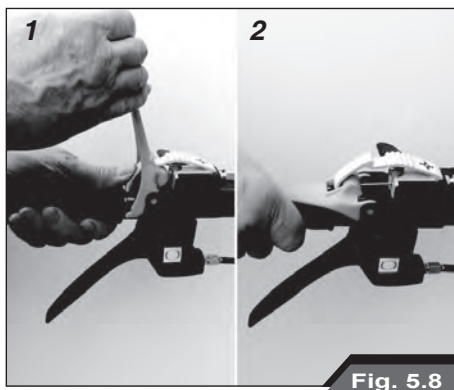

Fig. 5.8
**Do odczepiania dźwigni zablokowanej przez zacpek zabezpieczający należy koniecznie używać obu rąk (Rys. 5.8).**